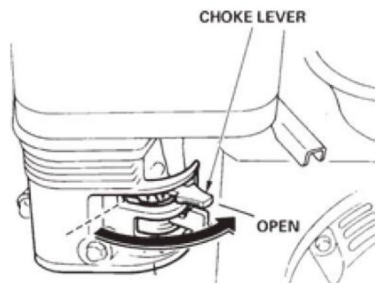

FIG.8
9.4 Placer le levier de starter (FIG. 8) en position "OUVERT" si vous démarrez un moteur à chaud. moteur ou la température est chaude.